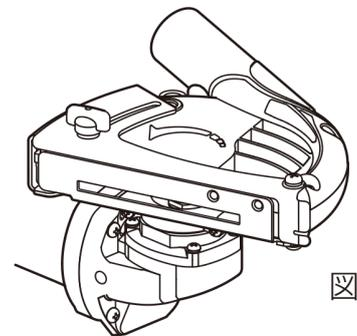

図1
- (1) ディスクグラインダに取付けられているダイヤモンドカッター等先端工具、ホイルガードと取りはずします。
- (2) 集じんアダプタのコネクタ部取付けねじを緩め、開放状態にします。
- (3) ディスクグラインダのホイルガード取付け部にコネクタを取付けます。アダプタの角度を調整し、取付けてください。(図1)